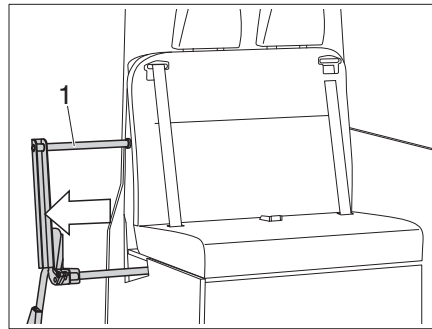
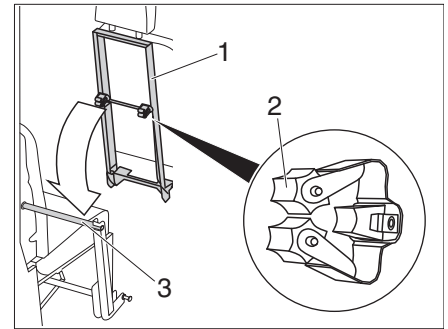
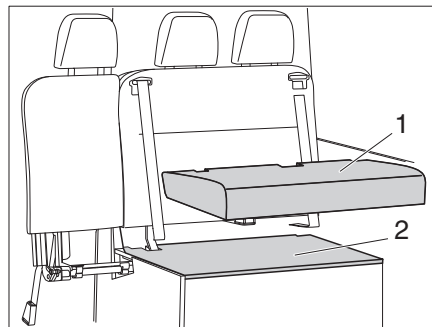

Bild 42 Sitzbankverbreiterung herausziehen
Bild 43 Rückenlehne einhängen
Bild 44 Sitzpolster entfernen
- Sitzbankverbreiterung (Bild 42,1) aus der Zweier-Sitzbank ziehen.
- Rückenlehne (Bild 43,1) mit den beiden Klammern (Bild 43,2) in die Sitzbankverbreiterung (Bild 42,3) einhängen.
- Sitzpolster (Bild 44,1) und Truhendeckel (Bild 42,2) entfernen.